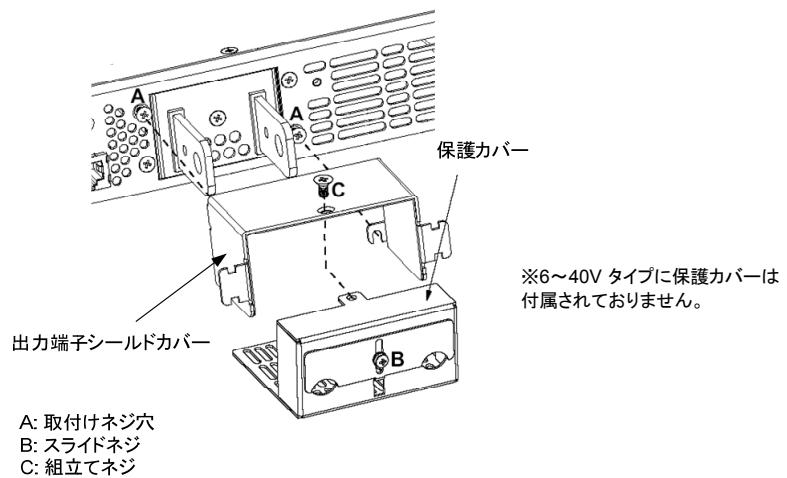

図 2-14 出力端子用シールドカバーの取付け
- ◆ バスバーのシールドカバーを筐体に取付ける場合は、下図 2-14 を参照してください。